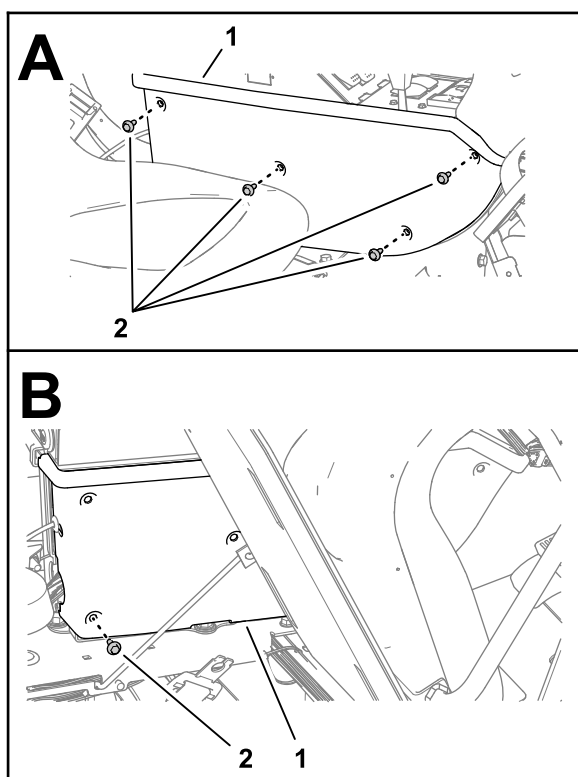

Рисунок 177
2. Отверните 4 колпачковых винта с фланцевыми головками ($\frac{1}{4} \times \frac{3}{4}$ дюйма), которые крепят боковую панель средней консоли, как показано на Рисунок 177.
3. Наклоните пассажирское сиденье вперед и отверните нижний задний колпачковый винт с фланцевой головкой (Рисунок 177).